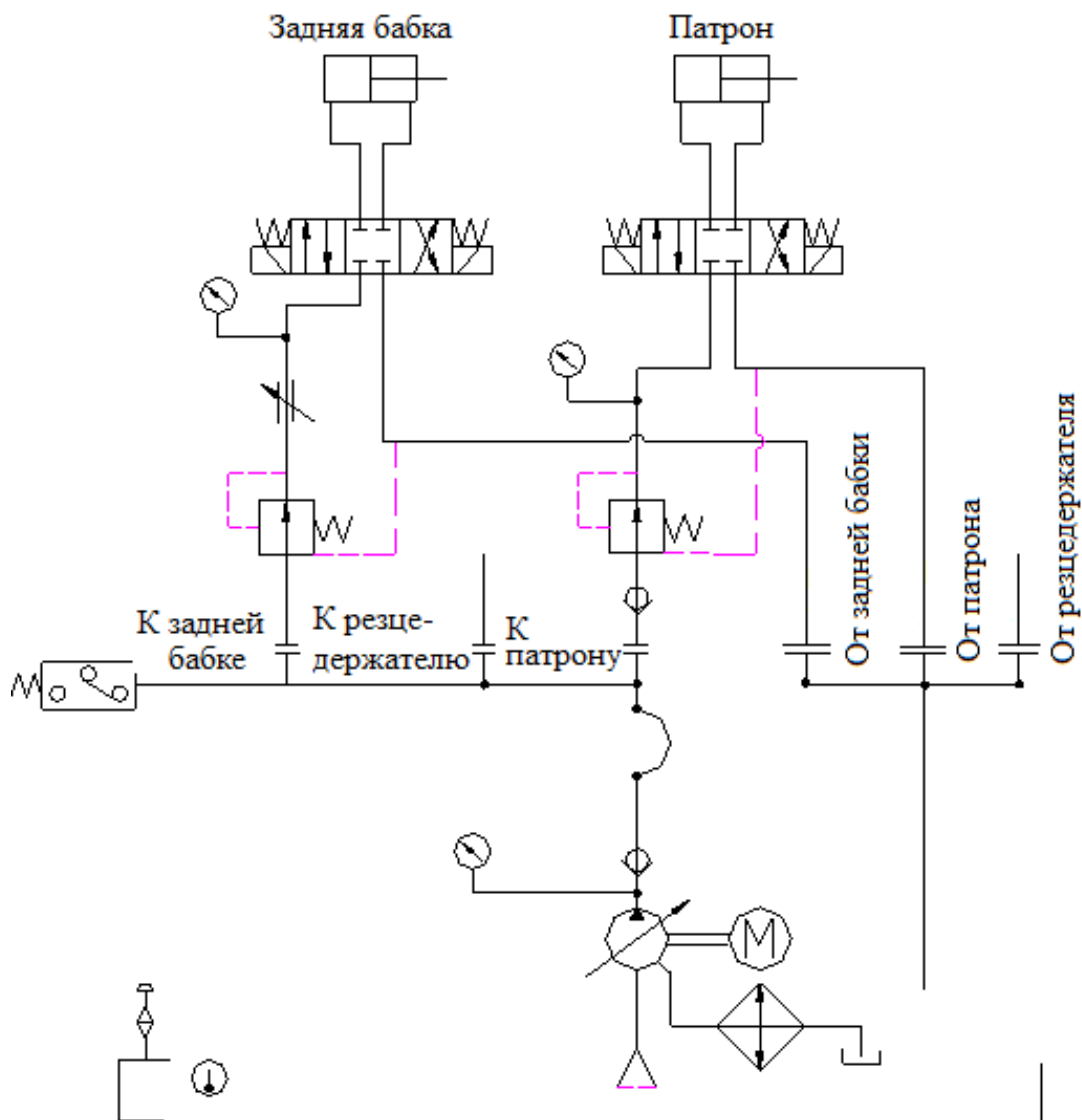

Рис. 5 Принципиальная схема расположения гидравлической системы
- 4) Если в станке используется гидравлический патрон, см. принципиальную схему расположения гидравлического оборудования (Рис. 5). Регулировка давления в системе осуществляется с помощью насоса с поворотными лопатками. Давление в патрубке регулируется с помощью редукционного клапана, который управляется манометром.
Подача питания в патрон и заднюю бабку станка осуществляется посредством автономной гидравлической системы, которая включает в себя масляный резервуар, электродвигатель, лопаточный насос, встроенный маслоагрегат, группа клапанов, трубопровод, манометр и др. На Рис. 5 представлена схема расположения гидравлической системы.